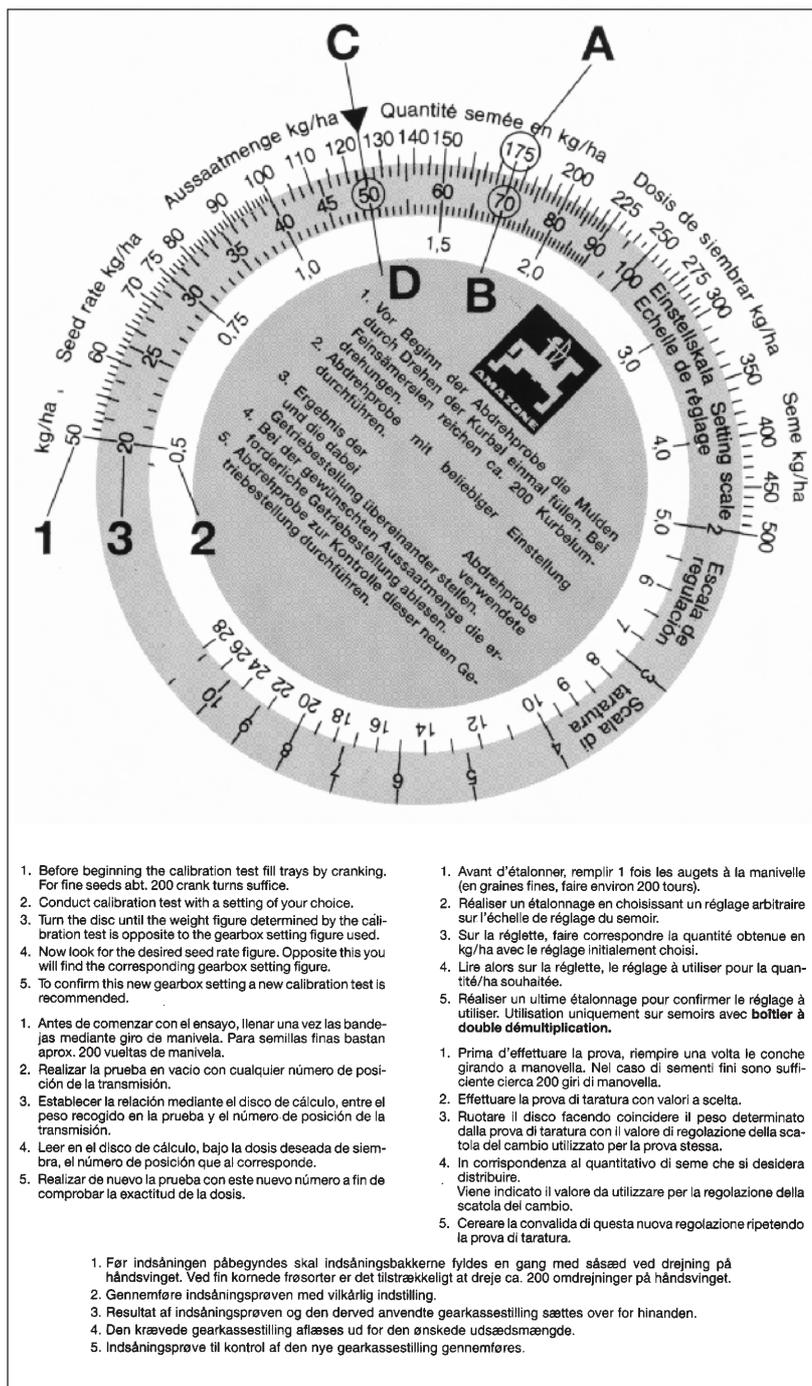

Fig. 21.12
El disco de siembra dispone de tres escalas: una escala exterior de fondo blanco (fig. 21.12/1) para dosis de siembra superiores a 30 kg/ha y una escala interior de fondo blanco (fig. 21.12/2) para dosis inferiores a 30 kg/ha. En la escala intermedia de color rojo (fig. 21.12/3) se dan los valores de regulación de la transmisión de "1 a 100".
- Coloque en el disco de cálculo la dosis de 125 kg/ha (fig. 21.12/ A) y el número de regulación de la transmisión "70" (fig. 21.12/B) uno sobre el otro.
- Lea el número de la transmisión en el disco de cálculo para la dosis de siembra deseada de 125 kg/ha (fig. 21.12/C). En nuestro ejemplo es el número de regulación de la transmisión "50" (fig. 21.12/D).